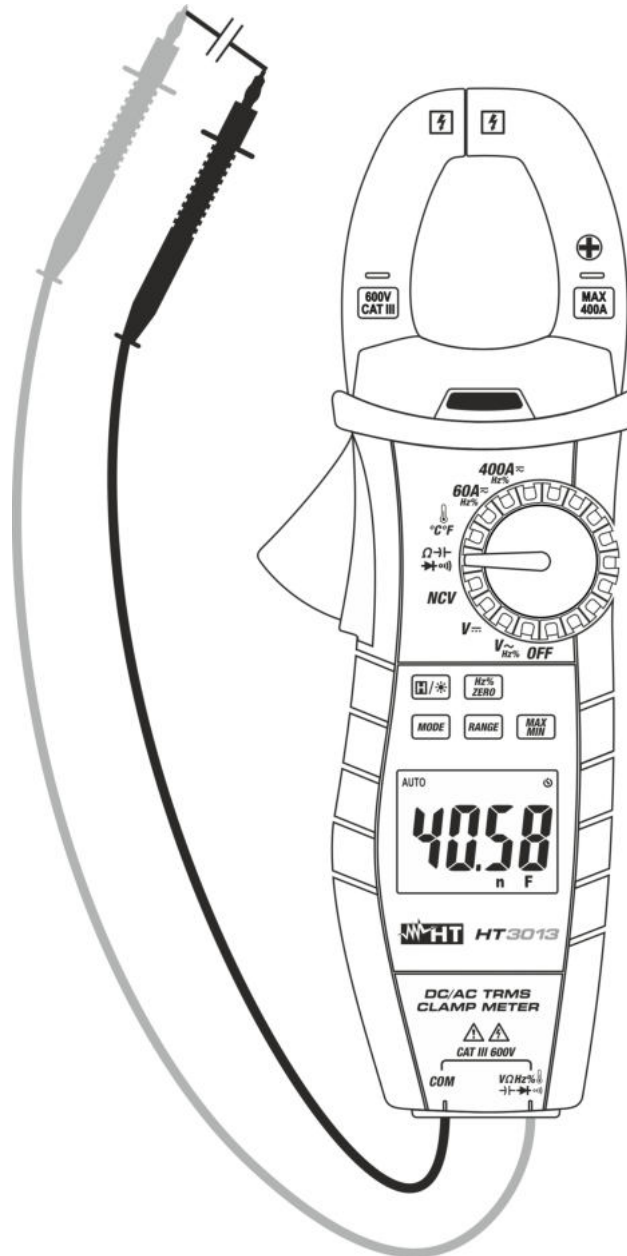

Fig. 9 : Utilisation de l'instrument pour mesure de Capacité
4. Positionner les embouts sur les points désirés du circuit sous test (voir Fig. 9). La valeur de capacité sera affichée à l'écran